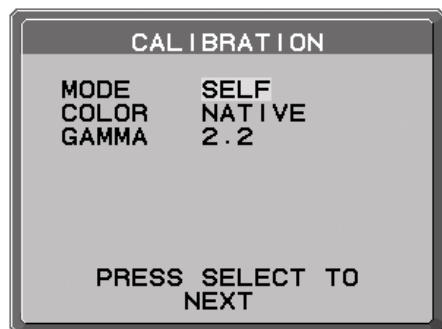

Figure S.6
5. Utilisez les touches « GAUCHE » et « DROITE » pour sélectionner le MODE « AUTO » (**Figure S.6**). Appuyez sur « HAUT » ou « BAS » pour passer à la sélection suivante. Utilisez les touches « GAUCHE » et « DROITE » pour sélectionner le mode couleur dans le menu Système de contrôle des couleurs (**Figure S.6**). Appuyez sur « HAUT » ou « BAS » pour passer à la sélection suivante.
6. Sélectionnez l'option GAMMA : AUCUNE CORRECTION, 2.2, OPTION, PROGRAMMABLE, PERSONNALISÉ et IGNORER (**Figure S.6**).